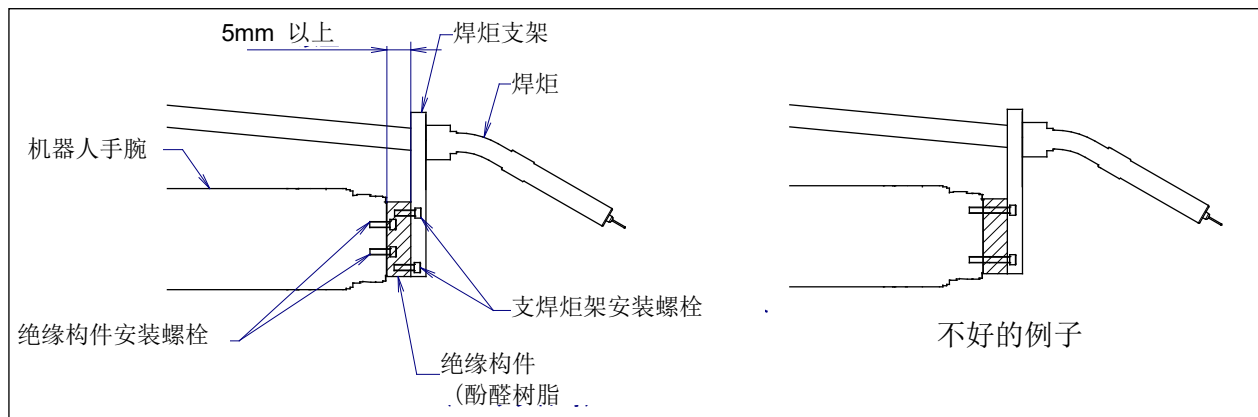

图 C.1 (a)手腕的口口
- 应在末端执行器安装面进行切实的绝缘设计。对于夹在末端执行器安装面和焊炬支架之间的绝缘构件，焊炬支架与绝缘构件之间的紧固螺栓和绝缘构件与机器人手腕之间的紧固螺栓不能共用，请勿一起紧固。（参照图 C.1 (a)）